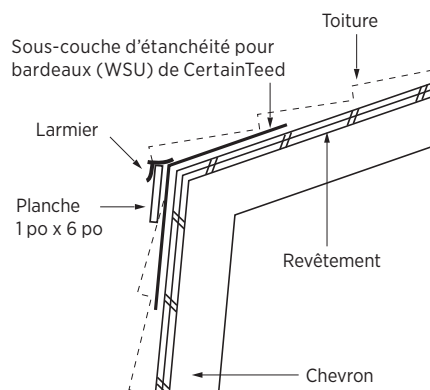

Figure 6-24
2. Larmier ou gouttière : Posez les bardeaux du pan de toit inférieur jusqu'au joint et couper le bardeau à égalité avec le joint du platelage. Appliquez une sous-couche d'étanchéité, telle que WinterGuard ou Grace Ice & Water Shield®, sur le joint des plans du platelage afin de créer une barrière imperméable. La sous-couche d'étanchéité doit être appliquée directement sur le pan de platelage supérieur et chevaucher les bardeaux du pan de platelage inférieur sur environ 5 po. Installez une planche de rive de toit peinte de 1 po x 6 po (la sous-couche d'étanchéité doit être entièrement recouverte par la planche) au sommet du toit inférieur puis installer le larmier ou la gouttière sur la planche. Posez les bardeaux sur le pan supérieur en employant la technique standard, en laissant les bardeaux de la rangée de départ et de la première rangée déborder sur le larmier ou la gouttière sur environ 1/2 po à 3/4 po. Voir la Figure 6-24.